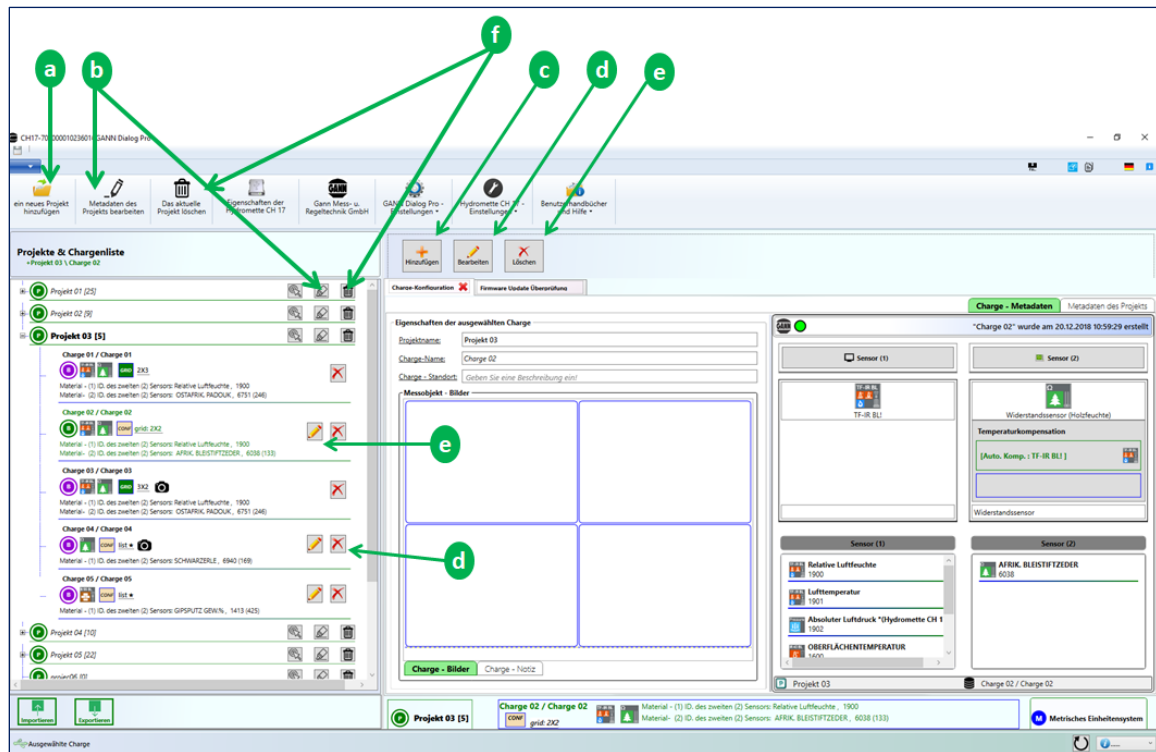
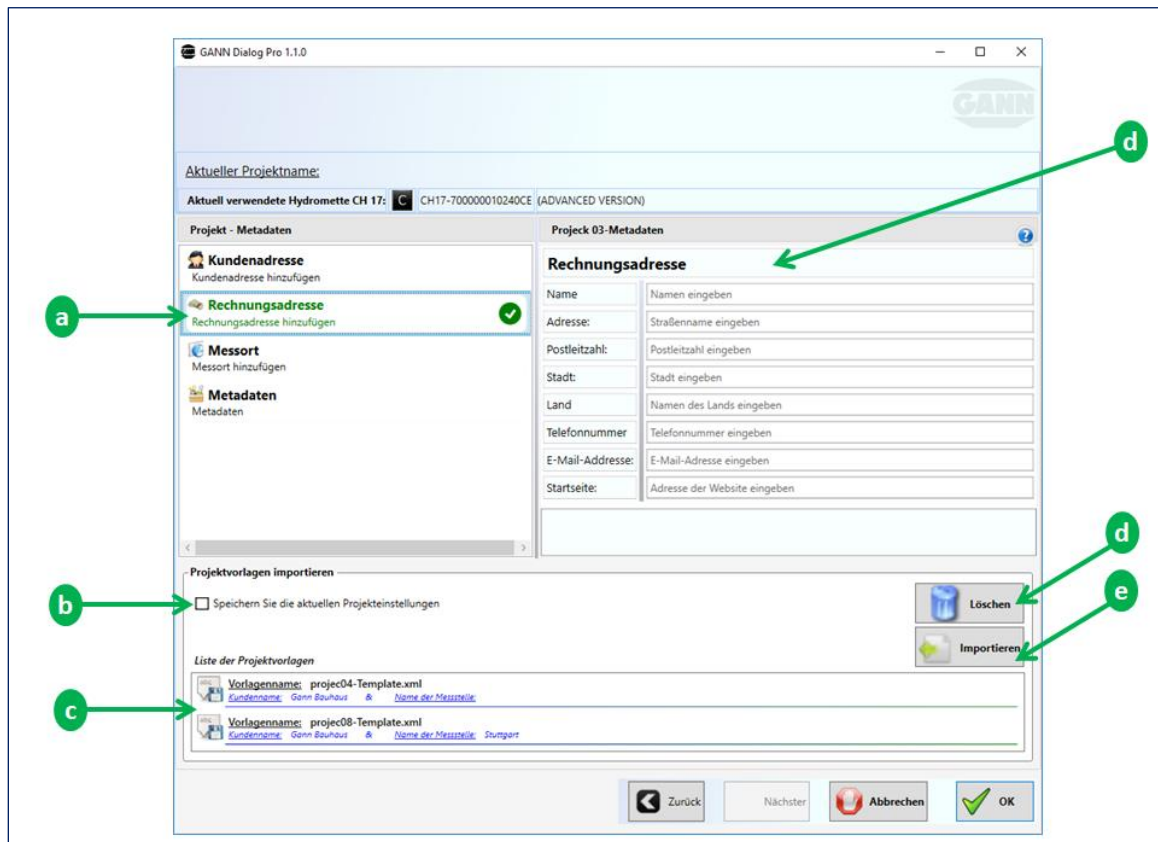

Abbildung 6-1: Hinzufügen von Projekt- und Chargen-Metadaten
Abbildung 6-2: Projekt-Metadaten
Abbildung 6-1 zeigt verschiedene Aktionen, die durchgeführt werden können, um Projekt- oder Batch-Metadaten hinzuzufügen:
- Klicken Sie auf die Schaltfläche "Bearbeiten" (siehe Pfeil **b** in Abbildung 6-1),
Die folgenden Metadaten können zu einem Projekt hinzugefügt werden (siehe Listenfeld in Abbildung 6-2):
- Klicken Sie auf die Schaltfläche "Bearbeiten" (d in Abbildung 6-1),
Abbildung 6-2 enthält weiterhin die folgenden Elemente:
Um Metadaten zu einem bestehenden Projekt hinzuzufügen, klicken Sie auf die Schaltfläche "Bearbeiten" (b in Abbildung 6-1). Dann erscheint das in Abbildung 6-2 gezeigte Fenster. Sie können nun jede Metadatengruppe auf der linken Seite auswählen (a in Abbildung 6-2) und die entsprechenden Angaben machen (d in Abbildung 6-2).
Das in Abbildung 6-2 ausgefüllte Projekt-Metadatenformular kann als Vorlage gespeichert und später wiederverwendet werden: Klicken Sie auf das Kontrollkästchen „Speichern“ (b in Abbildung 6-2), und bestätigen Sie mit „OK“.
Um eine gespeicherte Projekt-Metadatenvorlage aus der Liste (c) zu importieren, wählen Sie die Vorlage aus, und klicken Sie auf die Schaltfläche "Importieren" (e). Die Projekt-Metadaten werden dann in das Projekt-Metadatenfenster (d) in Abbildung 6-2) geladen.
Um Metadaten zu bestehenden Chargen hinzuzufügen, klicken Sie auf die Schaltfläche "Bearbeiten" (b) in Abbildung 6-1), oder verwenden Sie das Kontextmenü des ausgewählten Chargenelements.
Das in Abbildung 6-2 gezeigte Dialogfeld wird angezeigt. Ändern Sie dann z.B. das Material, indem Sie auf die Materialliste klicken.